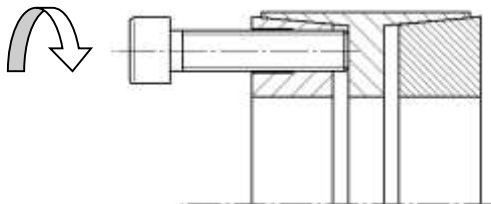

Bild 4) Lösen des vorderen Druckrings
- Spannschrauben in die Abdrückgewinde des vorderen Druckringes (Bauteil 1) einschrauben (siehe Bild 4).